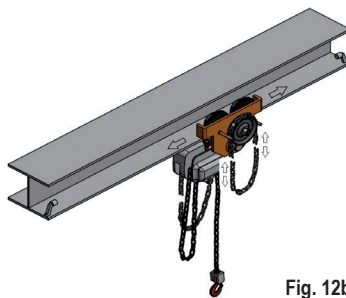

Fig. 12b
- agire sulla catena di manovra per il modello a catena (fig.12B).